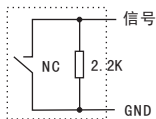
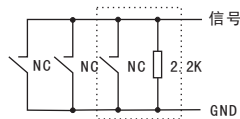

图 1
图 2
①、分机报警探头连接：
a. 分机支持8路常开报警探头（NC式，无报警时控制触点常开，报警时控制触点接通），连接探头时，应在探头触点间并接一2.2K电阻(如图1)。连接电阻时应将电阻连在靠近探头触点端。每组探头端口可接多个相同的探头监测多个地点，方法是：探头报警触点并联连接(如图2)。在连接中相同的一组探头无论连接多少，只需其中一个增加有电阻即可。